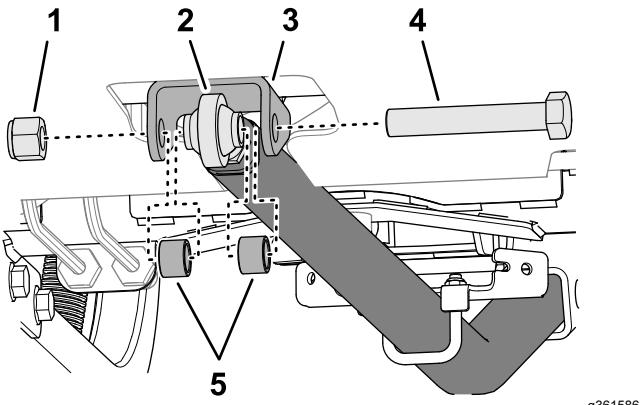

Figure 13
- Alignez le trou côté tige de la barre d'attelage et les trous du support de la barre d'attelage au niveau la cloison du cadre arrière (Figure 13).
- Fixez le côté tige de la barre d'attelage sur le support à l'aide de la vis ($\frac{3}{4}$ x 4½ po), de 2 rondelles et d'un contre-écrou ($\frac{3}{4}$ po), comme montré à la Figure 13.